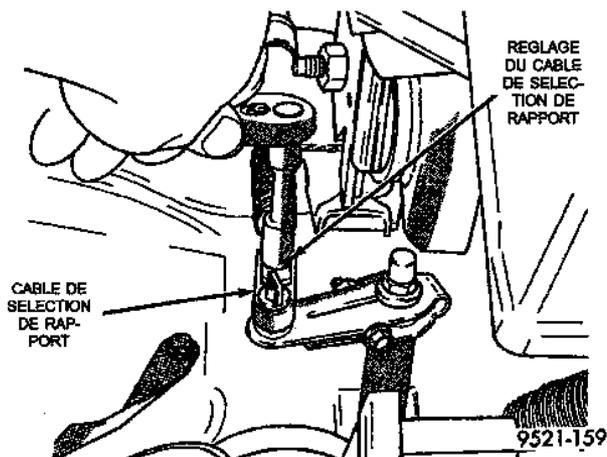

Fig. 161 Réglage du câble de sélection de rapport
(1) Placer le véhicule sur un sol horizontal et serrer le frein de stationnement.
(2) Placer le levier de sélection en position de stationnement (P) et retirer la clé.
(3) Desserrer la vis de réglage du câble au levier actionnant la boîte-pont (Fig. 161).
(4) Tirer le levier actionnant la boîte-pont complètement vers l'avant, à la position de verrouillage de stationnement.
(5) Desserrer le frein de stationnement puis pousser le véhicule pour s'assurer du verrouillage en position de stationnement. Serrer à nouveau le frein de stationnement.